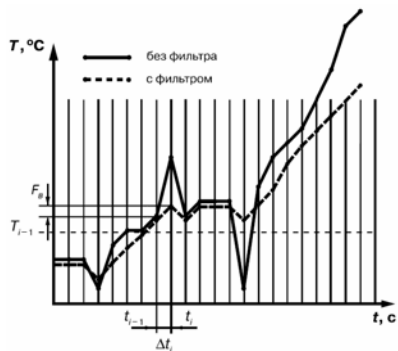

Рисунок 3.4
3.1.4.4.2 Полоса цифрового фильтра позволяет защитить измерительный тракт от единичных помех и задается в единицах измеряемой величины. Если измеренное значение T_i отличается от предыдущего T_{i-1} на величину, большую, чем значение параметра Fb , то прибор присваивает ему значение равное $(T_i + Fb)$ (рисунок 3.4). Таким образом, характеристика сглаживается.